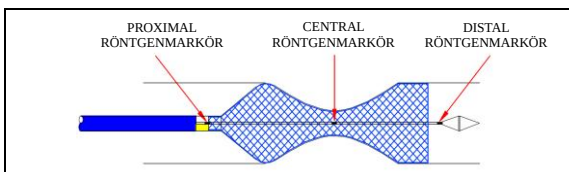

Figur 4
- När den centrala röntgenmarkören når mitten av målförträngningen fortsätter du att dra tillbaka kopplingen tills stenten är helt placerad. (Se figur 4, 5)
- När den centrala röntgenmarkören når mitten av målförträngningen, fortsätt framåt mot kopplingen tills stenten är helt placerad. (Se figur 4, 6)